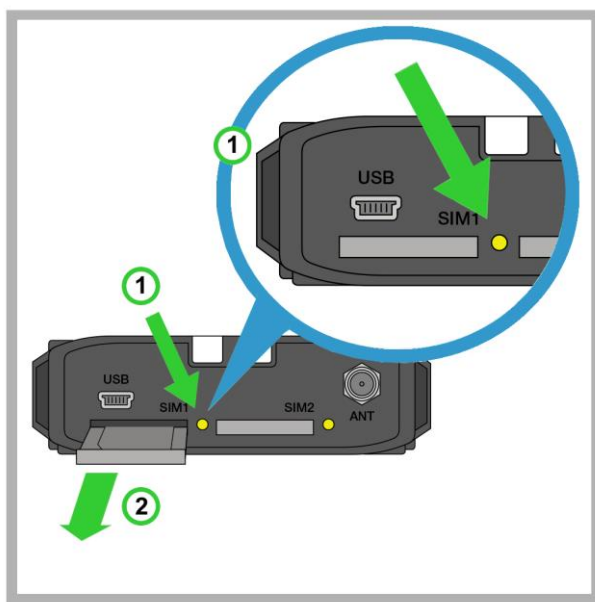

Рис. 3.1 Извлечение из модема лотка для SIM-карты
1. Нажмите тонким предметом кнопку, расположенную рядом с лотком первой SIM-карты (см. 1 на Рис. 3.1).
2. Потянув лоток на себя, полностью извлеките его (см. 2 на Рис. 3.1).